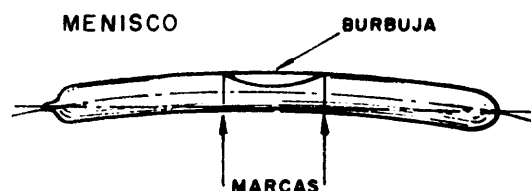

Fig. 1
- a) *El menisco*: es un tubo curvo construido en material transparente, lleno de agua u otro líquido con una burbuja de aire. En la parte superior del tubo se han hecho dos marcas, equidistantes del centro del mismo y con una separación igual a la longitud de la burbuja (fig. 1).